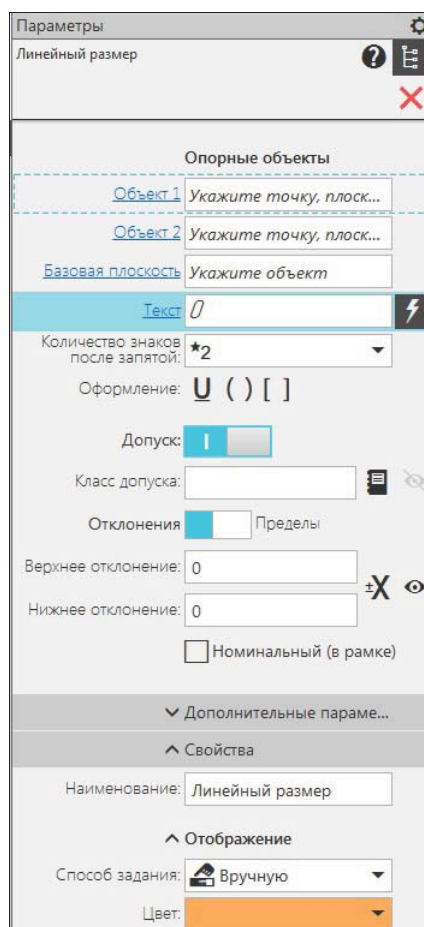

Рис. 28.1. Панель **Параметры: Линейный размер** в режиме **Деталь**
- ♦ нажмите кнопку **Линейный размер**. На панели **Параметры: Линейный размер** (рис. 28.1). Элементы управления панели **Параметры** (рис. 28.1) точно такие же, как при простановке линейных размеров в режиме 2D. С помощью элементов управления этой вкладки можно изменить начертание размера (изменить отрисовку стрелок, вынести размерную надпись на полку, отменить отрисовку одной из размерных линий и т. д.). Элементы управления панели рассмотрены в табл. 28.1.